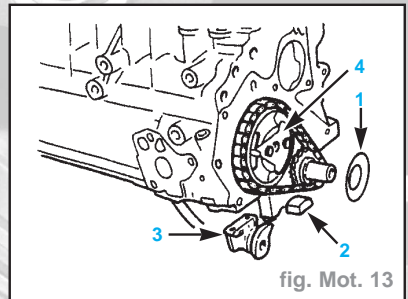

fig. Mot. 13
- Retirer le déflecteur d'huile (1) du vilebrequin (fig. Mot. 13).
- Retirer le bras de tension (2) du tendeur de chaîne du goujon du palier AV de vilebrequin.
- Séparer le tendeur de chaîne (3) du bloc-cylindres (2 vis).
- Retirer les vis du pignon d'arbre à cames (4) et sortir le transmetteur du capteur de position d'arbre à cames (capteur CMP) (fig. Mot. 13).
- Poser le transmetteur du capteur CMP (4) et serrer les deux vis au couple de 2,8 daN.m (fig. Mot. 13).
- Monter le bras de tension (2) du tendeur de chaîne sur le goujon.
- Poser un arrêt d'huile radial neuf (1) dans le couvercle de distribution (fig. Mot. 13).